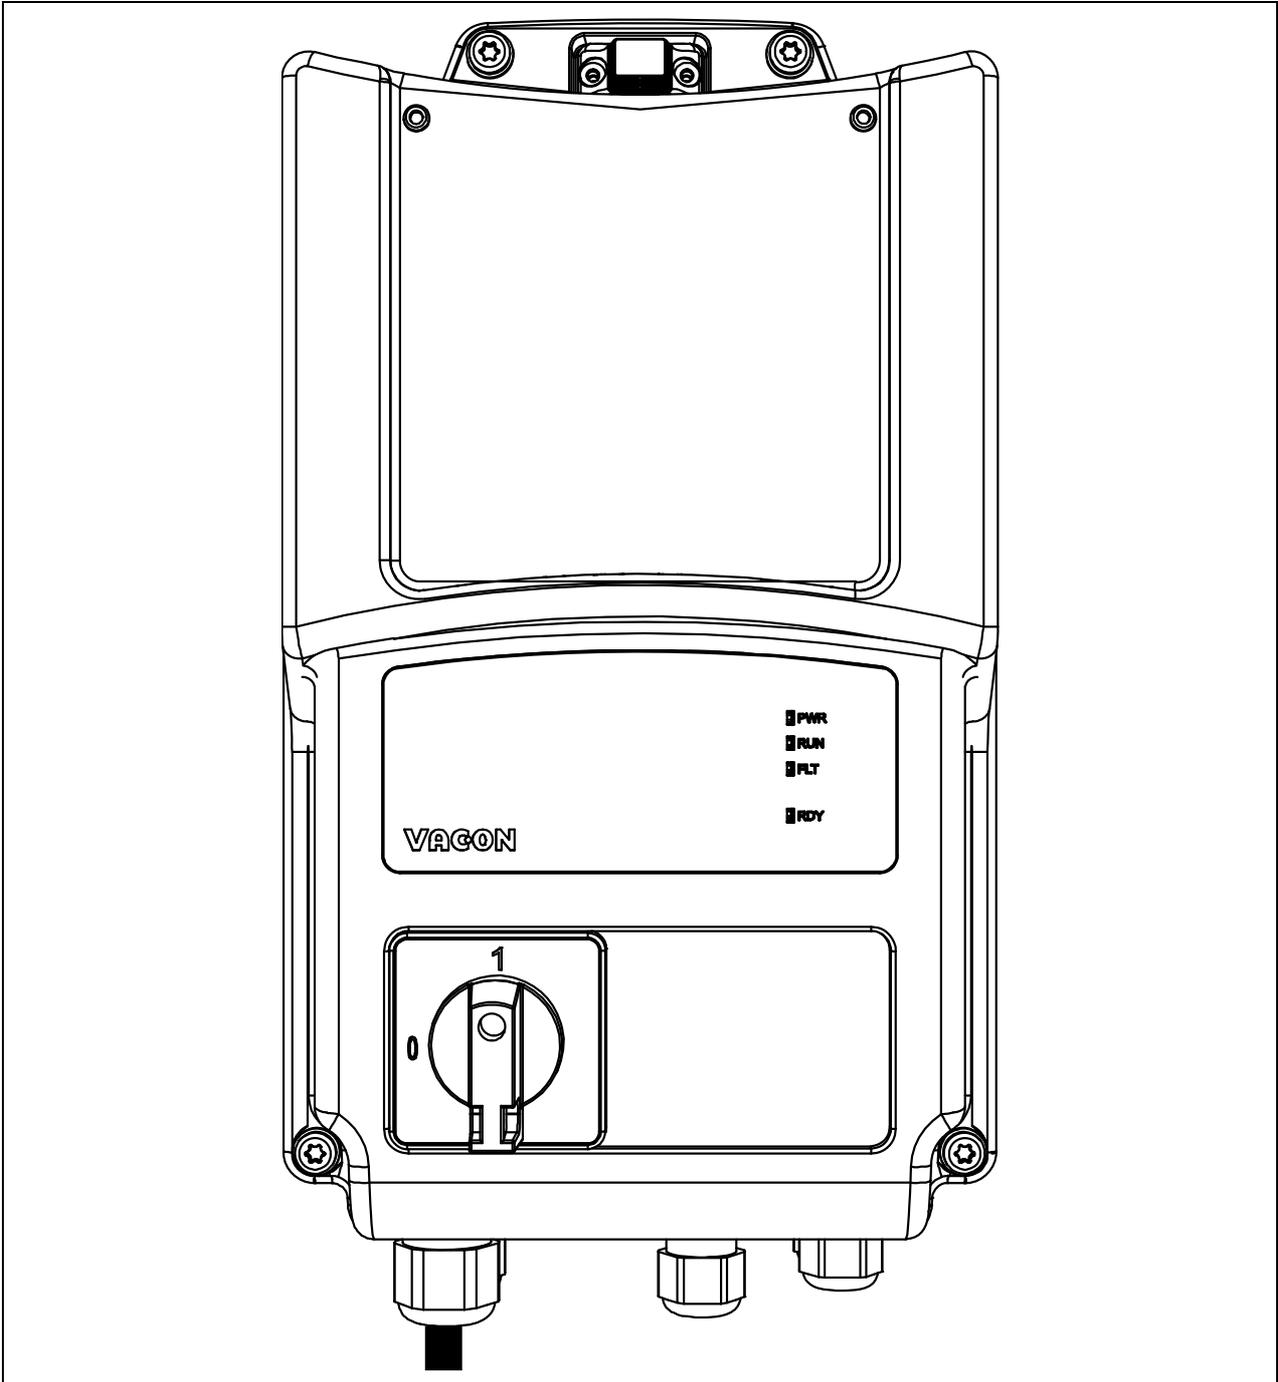

Abbildung 66. Bringen Sie die Kunststoffabdeckung an.
- Montieren Sie die Kunststoffabdeckung mit den Schrauben und der HMI-Abdeckung am Umrichter: Das Installationsverfahren ist abgeschlossen. Siehe Abbildung 66.